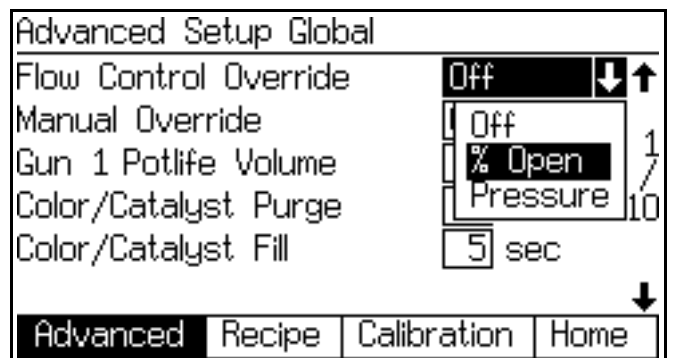
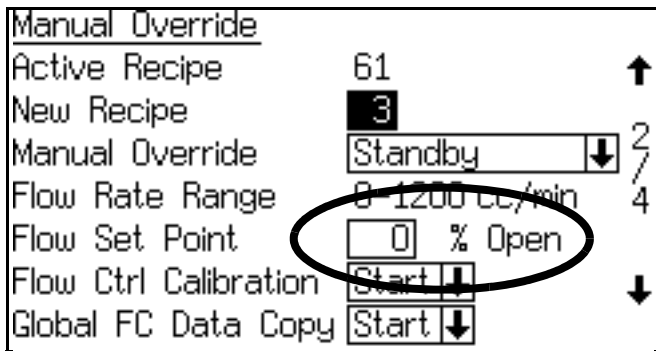

FIG. 92 Menu Flow Control Override (Override flusso di cont.)
Fig. 93 Setpoint di portata espresso in percentuale
3. Impostare Flow Control Override su "% Open" (Aprire in %). Vedere FIG. 92 e Tabella 12. Nella **Schermata del comando manuale**, il campo Flow Set Point (Portata preimpostata) viene mostrato sotto forma di apertura percentuale (vedere FIG. 93).